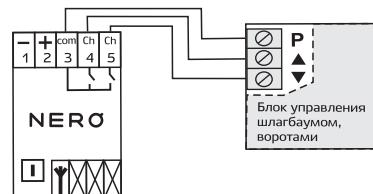

Рис. 2 — Одноканальный режим
**Одноканальный режим.** Длительность команды – 1,5 с. Применяется, для управления одним объектом. Например, шлагбаумом: 1-й канал отвечает за направление «ВВЕРХ», а второй – за направление «ВНИЗ». В данном случае управление происходит всеми пультами записанными в оба канала устройства (см. рис. 2).